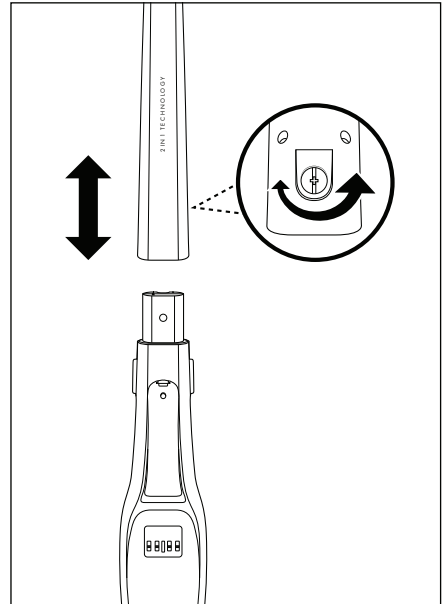

Fig. 1
- 1) Dévissez la vis ⑥ à l'arrière sur le manche ⑦ avec un tournevis dans le sens antihoraire. Sortez la vis ⑥ de l'ouverture de vis sur le manche ⑦.
- 2) Insérez le manche ⑦ sur le support du manche sur l'appareil. Glissez le manche ⑦ entièrement sur le support du manche, jusqu'à ce qu'il soit bien fixé sur l'appareil. (Fig. 1).
- 3) Repositionnez la vis ⑥ dans l'ouverture de vis à l'arrière du manche ⑦. Serrez la vis ⑥ dans le sens horaire avec un tournevis (fig. 1).